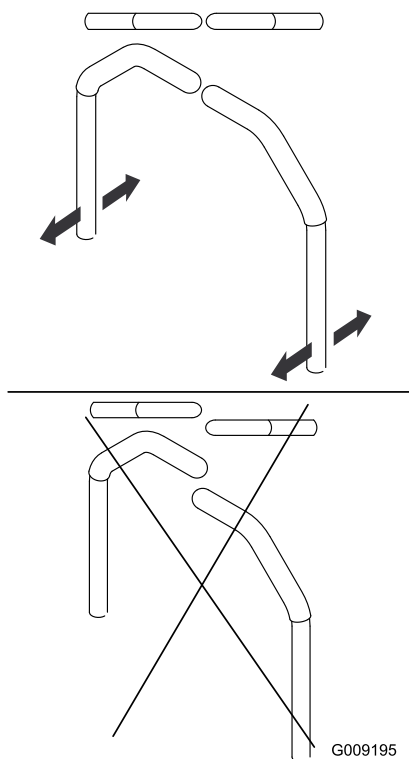

図 47
9. レバーをニュートラル位置にし、前後の位置を合わせ、位置が揃うまでスライドさせてからボルトを締める 図 47。